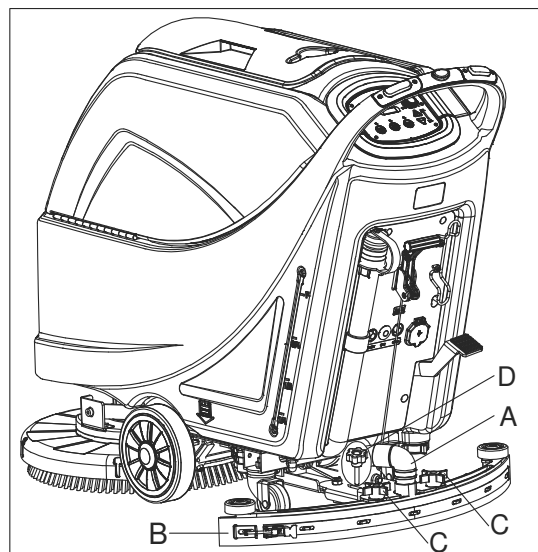
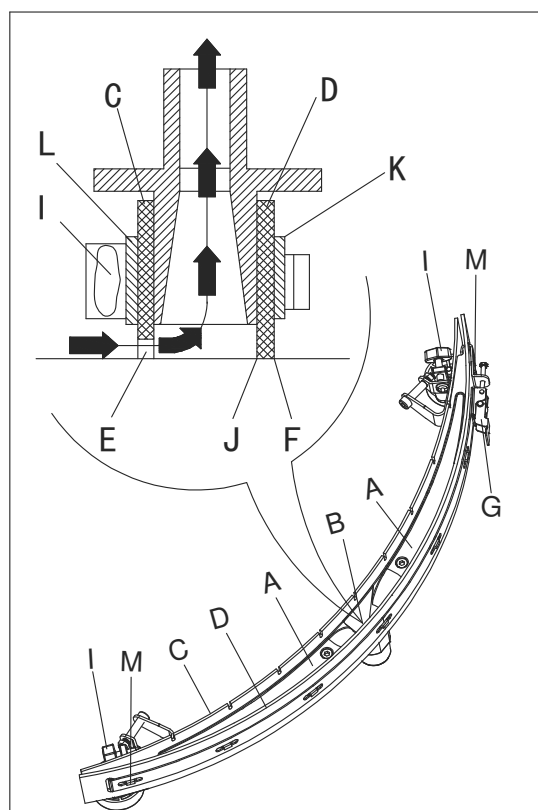

Figure 19
Figure 20
2. Vérifier que les bords (E, Fig 20) de la lame avant (C) et les bords (F) de la lame arrière (D) se reposent sur le même niveau, sur toute leur longueur; si nécessaire ajuster leur hauteur selon la procédure suivante:
- Retirer la tige de traction (G), dégager les éléments de fixation (M) et régler la lame arrière (D), puis engager les fixations (M) et installer la tige de traction (G).
- Desserrer les boutons (I) et régler la lame avant (C), puis serrer les boutons.
3. Vérifier la lame avant (C) et la lame arrière (D) pour l'usure, les coupures et les fissures; si nécessaire les remplacer selon la procédure suivante. Vérifier que le coin avant (J) de la lame arrière (D) ne soit pas usé; si nécessaire, retourner la lame pour remplacer le coin usé avec un autre coin intégral. Si les autres coins sont usés, remplacer aussi la lame selon la procédure suivante:
- Retirer la tige de traction (G), dégager les éléments de fixation (M) et retirer la barrette de retenue (K), puis remplacer/retourner la lame arrière (D). Monter la raclette dans l'ordre inverse du démontage.
- Dévisser les boutons (I) et retirer la barrette de retenue (L), puis remplacer la lame avant (C). Monter la raclette dans l'ordre inverse du démontage. Après le remplacement de la lame (ou retournement), ajuster la hauteur, comme indiqué dans l'étape précédente.
4. Connecter le tuyau d'aspiration (A, Fig. 19) à la raclette.
5. Installer la raclette (B) et visser les boutons (C).
6. Si nécessaire, régler le bouton de réglage de l'équilibre de la raclette (D).